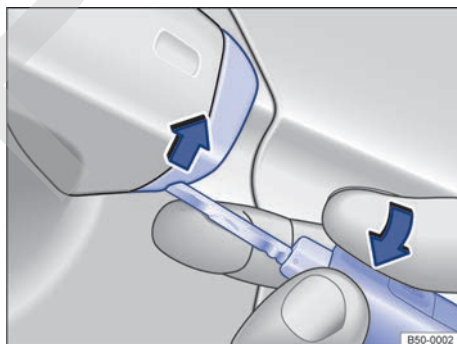

Fig. 63 Manilla de la puerta del conductor: desprender la caperuzita haciendo palanca.
- Desprenda la caperuza haciendo palanca con la llave en el sentido de la flecha → fig. 63.